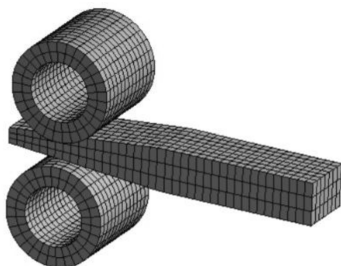

图 2-54 划分网格
(4) 生成网格：右键单击【Mesh】→【Generate Mesh】，图形区域显示程序生成的网格模型，如图 2-54 所示。